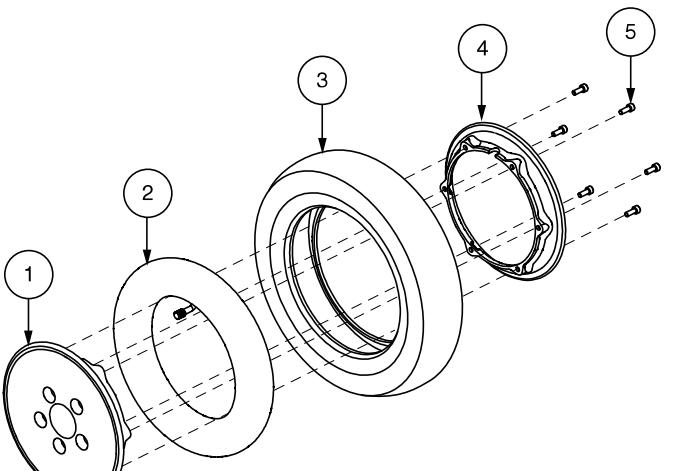

Figura 30. Ruota pneumatica motrice smontaggio/montaggio
6. Rimuovere le viti che fissano i cerchi. Vedere figura 30.